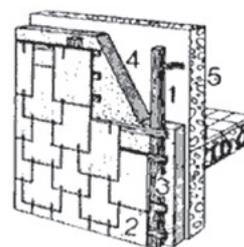

Figura 9.
- Aplicação de paramento (Figura 9)**